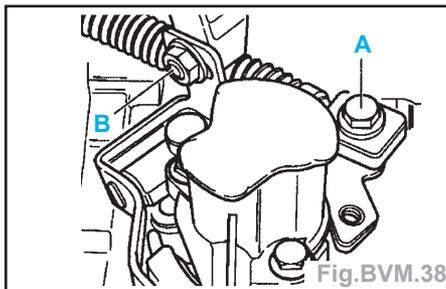

Fig.BVM.38
- Desserrer la vis (A) et l'écrou (B) jusqu'à ce que le câble de commande et l'entraîneur du câble de sélection soient mobiles dans les trous oblongs (Fig.BVM.38).